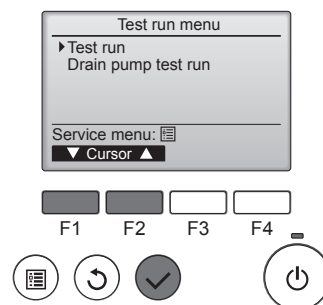

Fig. 7-2
- Выберите режим "Test run" (Пробный пуск) в Меню пробного пуска и нажмите кнопку [ВЫБОР]. (Fig. 7-2)